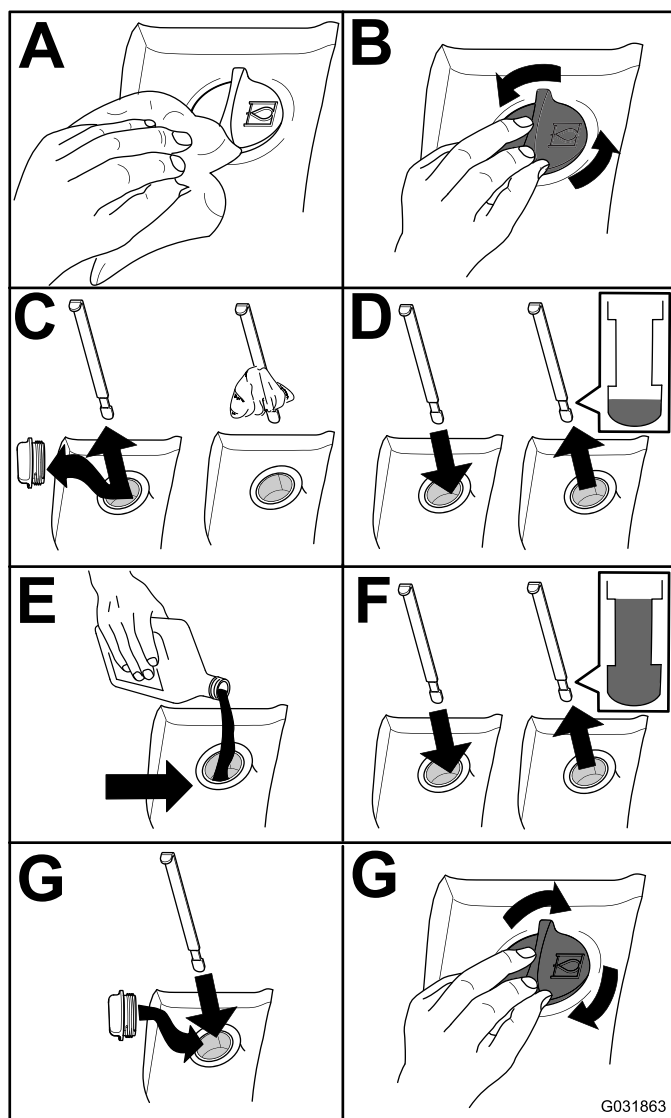

Figura 77
2. Verifique o nível de fluido hidráulico (Figura 77).